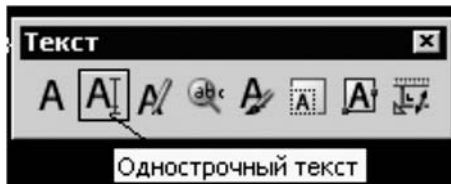

Рис. 3.50. Панель «Текст»
- ♦ щелкнуть на панели инструментов. Панель «Текст» по умолчанию не отображается — ее надо загрузить (рис. 3.50).